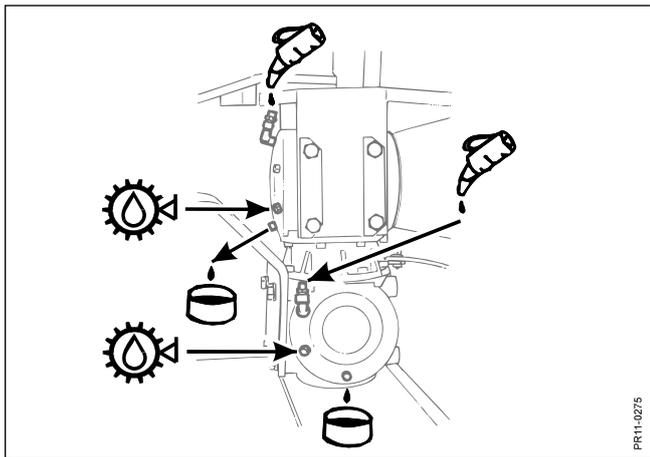

Fig. 4-8
- Fig. 4-8 **Capacité d'huile:**  Partie supérieure: 1,0 l